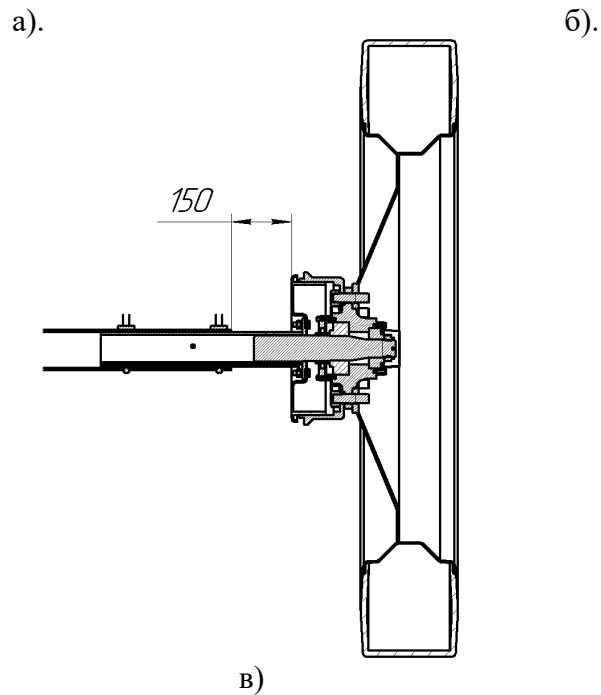

Рис. 12. Схема установки колес при колее а) 1500 мм, б) 1800 мм, в) 2100 мм.
Опрыскиватель можно установить на колею 1500 (рис. 12 а) или 1800 мм (рис. 12 б). Колея регулируется бесступенчато.
- переместить полуоси 1, на расстояние, указанное на рис. 12;
- поменять местами колеса и перевернуть их, как показано на рис. 12; после монтажа колес
**Внимание!** Размеры, указанные на рис.12, относятся к опрыскивателям стандартной комплектации. В случае использования колесных дисков других производителей, алгоритм изменения колеи может быть изменен.